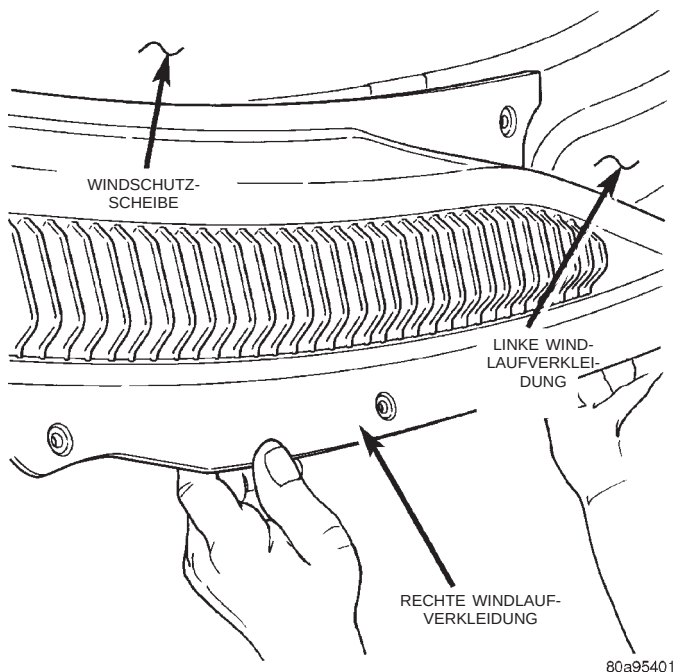

Abb. 27 Windlaufverkleidungen
(4) Beide Windlaufverkleidungen abbauen (Abb. 27).